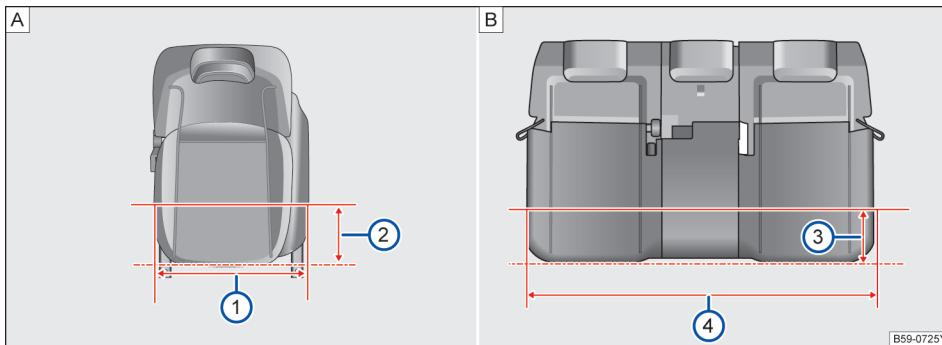

图 90 座椅座宽
如图→图 90 [A] 在距离前排座椅边缘 200mm 时→图 90 [A] ②, 前排座椅座垫宽度为 498mm→图 90 [A] ①。
如图→图 90 [B] 在距离后排座椅边缘 200mm 时→图 90 [B] ③, 后排座椅座垫宽度为 1200mm→图 90 [B] ④。